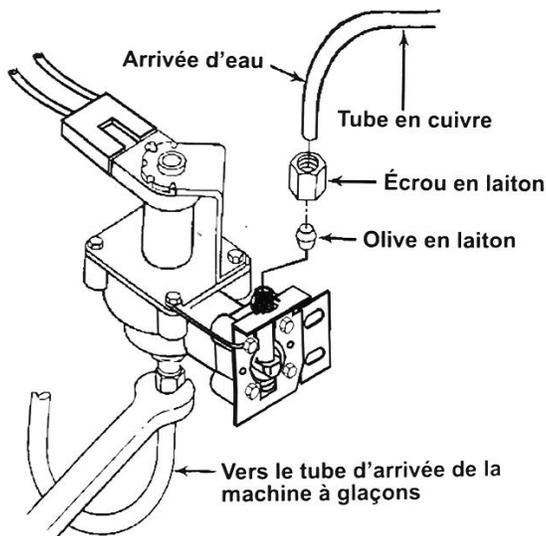

Figure 7
NOTA : Le tube d'eau en plastique sera peut-être trop court pour le rebrancher sur la valve si l'on repositionne la valve d'eau à la verticale, comme il est illustré à la Figure 7. Un morceau de tube en plastique de douze (12) pouces est livré avec le nécessaire pour rallonger la conduite d'eau, ainsi qu'un embout de tube, un écrou à compression et un raccord union en plastique.